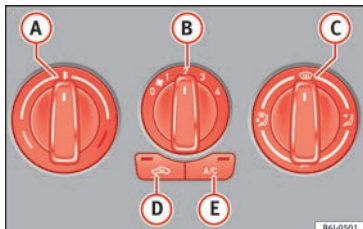

Fig. 154 Mandos del aire acondicionado en el tablero de instrumentos.
- Con los mandos rotativos **A**, **B** y **C** » **fig. 154** se regula la temperatura, la velocidad del ventilador y la distribución del aire.
- Desconecte el sistema de refrigeración con la tecla » **fig. 154** **A/C** (se apaga el testigo de la tecla).
Si el rotativo  **fig. 154** está en posición de deshielo, la trampilla de recirculación estará siempre abierta (indicador luminoso apagado).
- Pulse la tecla  **fig. 154**, el testigo de la tecla se ilumina indicando que se ha activado la recirculación del aire interior del habitáculo.